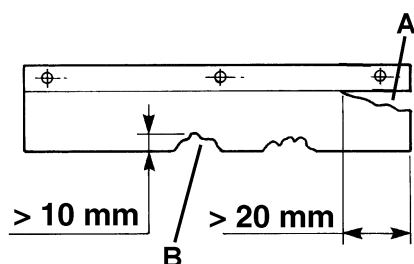

Figure 13
3. Contrôler l'intégrité des volets latéraux (13 et 14). Remplacer les volets en présence de coupures (A, Fig. 13) supérieures à 20 mm ou de rupture / déchirures (B) supérieures à 10 mm (pour le remplacement des volets, se référer au manuel d'entretien).
15. Remplacer les volets en présence de coupures (A, Fig. 13) supérieures à 20 mm ou de rupture / déchirures (B) supérieures à 10 mm (pour le remplacement des volets, se référer au manuel d'entretien).